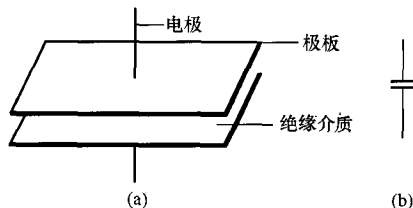

图 1-6 平板电容器的结构原理
(1) 电容器：任何两块金属导体，中间用不导电的绝缘材料隔开，就形成一个电容器，如图 1-6 (a) 所示。